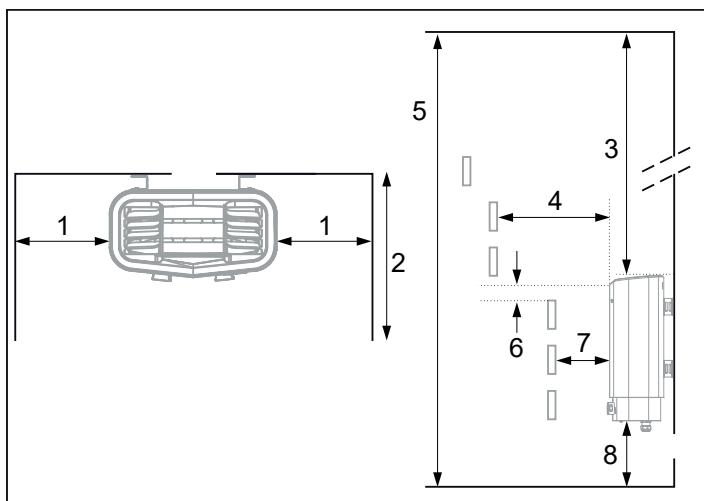

Figure 3 : Positionnement du poêle - installation en niche (volume minimal autorisé : 4 m3)
- sur le même mur que la porte (dans certains cas exceptionnels, il peut être installé sur la cloison latérale, s'il est très près de la porte). Le poêle peut également être installé dans une niche (voir Figure 3).
Placez le poêle à une distance appropriée du sol, des cloisons latérales et des aménagements intérieurs (voir Figure 3).